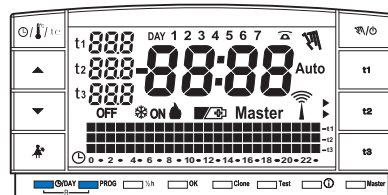

Abb. 27
- Sollen die eingegebene Daten zurückgesetzt werden, drücken Sie etwa 2 Sek. lang die Tasten **DAY** und **PROG**. Auf der Anzeige leuchten sämtliche Segmente auf (allgemeiner Auto-Test) (Abb. 27/28).